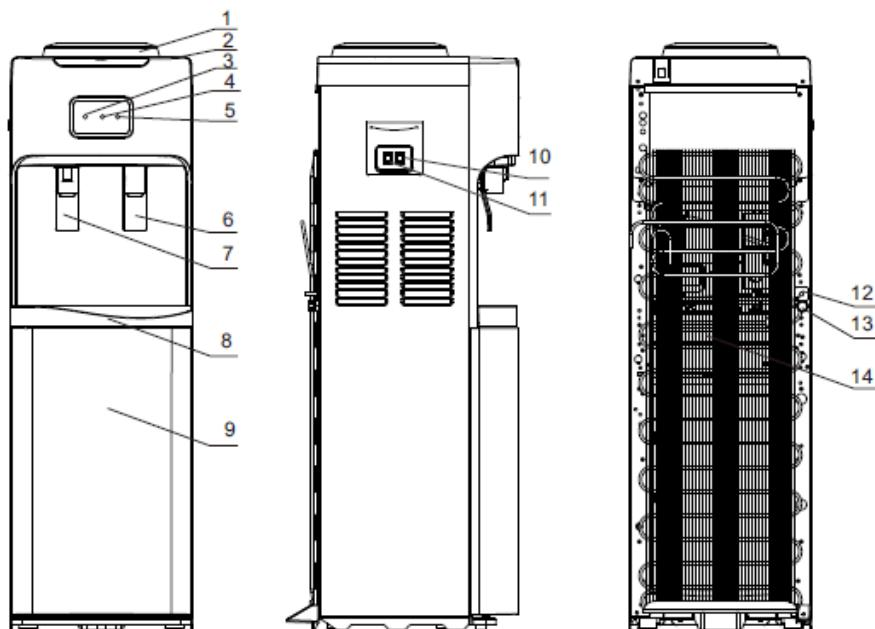

Рис.1. Схема аппарата V115B
3. Возьмите емкость для воды и слейте с краника холодной воды воду. Убедитесь, что горячая вода в аппарате остыла и только после этого слейте горячую воду с краника горячей воды. Остатки воды в системе необходимо слить, открыв пробку из отверстия для слива воды, расположенного на задней стенке аппарата (рис.1 - 13). Вставьте пробку обратно в отверстие для слива воды.
Через 5-6 часов слейте раствор из системы: слейте воду из краников холодной и горячей воды, остатки раствора слейте через отверстие для слива воды (рис.1 - 13). После закрутите колпачок обратно на место.
8. Промойте аппарат чистой водой (необходимо залить в систему около 4 литров чистой воды и слить через кранники горячей и холодной воды, отверстие для слива воды (рис.1 - 13)). При необходимости повторите процедуру. Вставьте пробку обратно в отверстие для слива воды.